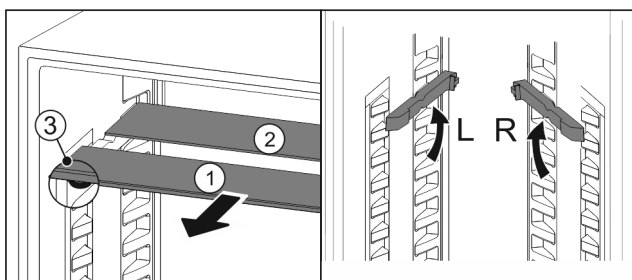

Fig. 140
- estrarre i ripiani di vetro singolarmente tirando in avanti Fig. 140 (1).
- Il piano in vetro Fig. 140 (1) con il motivo ornamentale è nella parte anteriore.
- I fermi Fig. 140 (3) sono rivolti verso il basso.